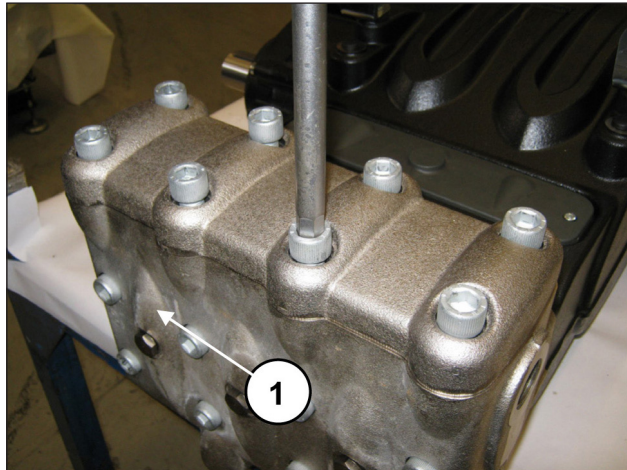
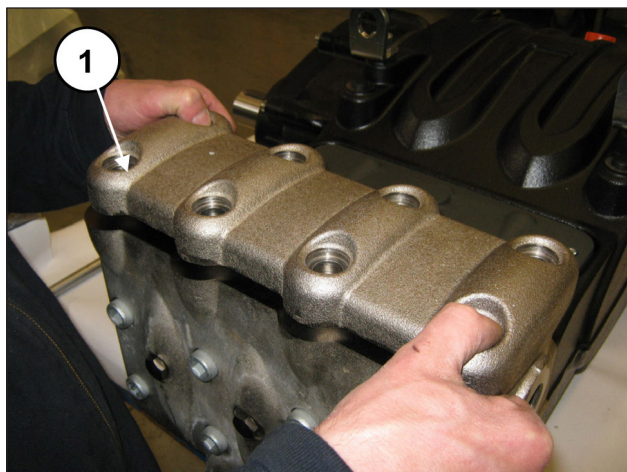

Fig. 94
Fig. 95
Svitare le 8 viti M16x55 del coperchio valvole (pos. ①, Fig. 94) e rimuovere il coperchio (pos. ①, Fig. 95).